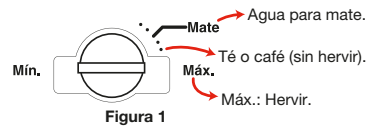

Figura 1
AP200: Accione la llave (3) a la posición “1” y gire la perilla de control de temperatura a la posición deseada (ver figura 1). Una luz indicadora de funcionamiento se encenderá y permanecerá encendida durante este proceso.